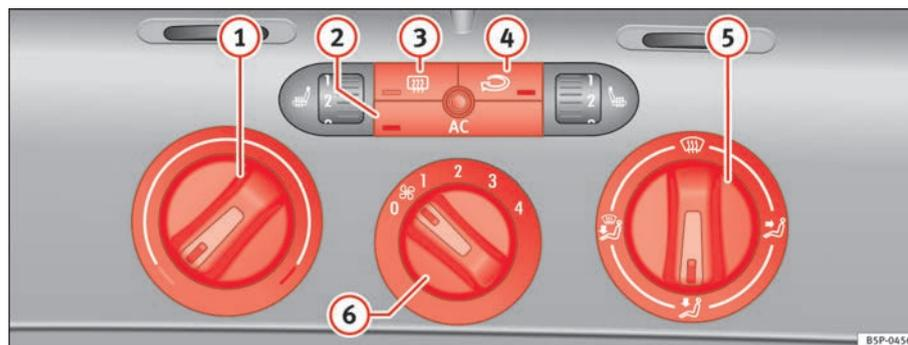

Fig. 128 Sur le tableau de bord : éléments de commande du Climatic
- Les régulateurs ⇒ fig. 128 ① et ⑤ et la commande ⑥ permettent de régler la température, la répartition de l'air et la vitesse de la turbine.
- Appuyez sur l'une des touches ②, ③ ou ④ pour activer ou désactiver la fonction correspondante. Quand la fonction est active, le rectangle situé sur le coin inférieur de la touche s'allume.
- ① Régulateur de température ⇒ page 166
- ② Touche **AC** – Allumer ou éteindre le système de réfrigération ⇒ page 166
- ③ Touche **☐** – Dégivrage glace AR Environ 20 minutes après son activation, le dégivrage s'arrête automatiquement. Vous pouvez la désactiver plus tôt en appuyant sur la touche
- ④ Touche **☐** – Recyclage de l'air ⇒ page 168
- ⑤ Régulateur de répartition de l'air ⇒ page 166
- ⑥ Commande de soufflante. Le débit d'air peut être réglé sur quatre vitesses. Lorsque le véhicule roule lentement, laissez toujours tourner la soufflante à petite vitesse. ▶
⇒ page 165, fig. 128 .